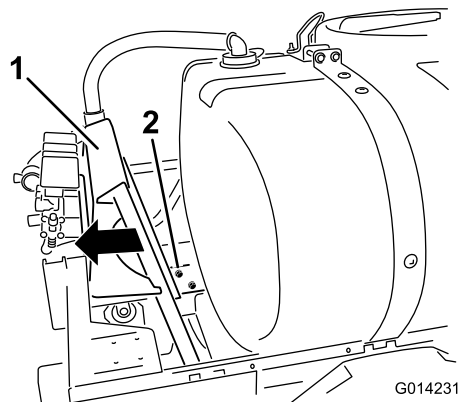

Рисунок 6
1. Ослабьте болты, крепящие опорную балку клапана к раме (Рисунок 6).